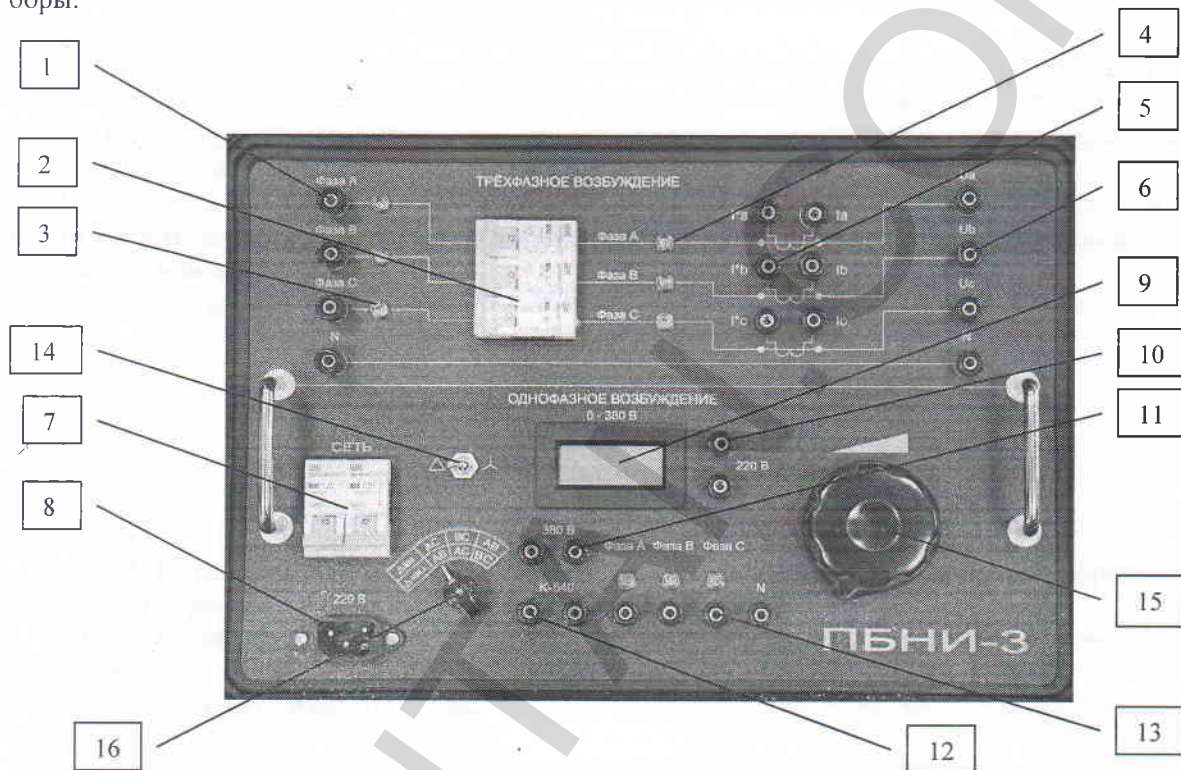

Рис. 1. Блок низковольтных измерений ПБНИ-3. Внешний вид лицевой панели.
Верхняя панель прибора разделена на два сектора. В верхней (дальней от оператора) размещён сектор «Трёхфазное возбуждение», а в ближней к оператору части расположен сектор «Однофазное возбуждение» рис. 1
На панели (см. рис. 1) размещены сетевые автоматы, сетевая розетка, ручка регулятора напряжения. ПБНИ-3 работает совместно с комплектом измерительных приборов К-540 или К-540-3. При работе с ПБНИ-3 следует дополнительно руководствоваться эксплуатационной документацией на эти приборы.
3. Три светодиодных индикатора наличия напряжения на клеммах поз.3, рис.1
4. Три светодиодных индикатора наличия напряжения на выходных клеммах поз.4, рис.1
6.2.1. Подать напряжение ~ 220 В на разъем п.8 рис.1
6.2.3. Убедиться, что ручка регулятора п.15 рис.1 находится в крайне левом положении.
6.2.4. Включить автомат «сеть» рис.1
6.2.6. Переключателем п.16 рис.1 выбрать испытуемую пару фаз (AB; BC; или AC).
ВНИМАНИЕ! Если возбуждение подается на обмотку, соединенную в виде звезды или треугольника (обмотка НН) считывать по надписям лимба переключателя фаз поз. 16 рис.1, обозначенных как « Δ НН $\triangle$ ».
Если возбуждение подается на высоковольтную обмотку, соединенную в треугольник, то обозначение возбуждаемых фаз считать по надписям лимба переключателя фаз поз. 16 рис.1, обозначенных как «Δ ВН».
6.2.7. Ручкой п.15 рис.1 установить необходимое напряжение возбуждения в диапазоне «0÷380 В». При этом ток нагрузки не должен превышать 2 А, а значение величины напряжения необходимо измерять по прибору К-540 (значения этого напряжения отображаются и на индикаторе прибора ПБНИ-3 «0÷380 В», но эти показания могут быть использованы только для индикации присутствия этого напряжения).
6.2.9. Снять напряжение регулятором п.15 рис.1 и переключателем п.16 рис.1 выбрать следующую пару испытываемых фаз трансформатора.
6.2.10. Выполнить п.6.2.7; п.6.2.9 для всех положений переключателя п.16 рис.1.
- 6.3.1. Подать напряжение ~ 220 В на разъем п.8 рис.1
- 6.3.3. Убедиться, что ручка регулятора п.15 рис.1 находится в крайне левом положении.
- 6.3.4. Включить автомат «сеть» рис.1
- 6.3.6. Переключателем п.16 рис.1 выбрать испытываемую пару фаз (АВ; ВС; или АС).
- ВНИМАНИЕ!** Если возбуждение подается на обмотку, соединенную в виде звезды или треугольника (обмотка НН) считывать по надписям лимба переключателя фаз поз. 16 рис.1, обозначенных как « Δ НН $\text{"/}\Delta\text{"/}$ ».
- Если возбуждение подается на высоковольтную обмотку, соединенную в треугольник, то обозначение возбуждаемых фаз считывать по надписям лимба переключателя фаз поз. 16 рис.1, обозначенных как « Δ ВН».
- 6.3.7. Ручкой п.15 рис.1 установить необходимое напряжение возбуждения в диапазоне $0 \div 400$ В. При этом ток нагрузки не должен превышать 1 А, а значение величины напряжения необходимо измерять по прибору К-540-3, (значения этого напряжения отображаются и на индикаторе прибора ПБНИ-3 « $0 \div 380$ В», но эти показания могут быть использованы только для индикации присутствия этого напряжения).
- 6.3.9. Снять напряжение регулятором п.15 рис.1 и переключателем п.16 рис.1 выбрать следующую пару испытуемых фаз трансформатора.
- 6.3.10. Выполнить п.6.2.7; п.6.2.9 для всех положений переключателя п.16 рис.1.